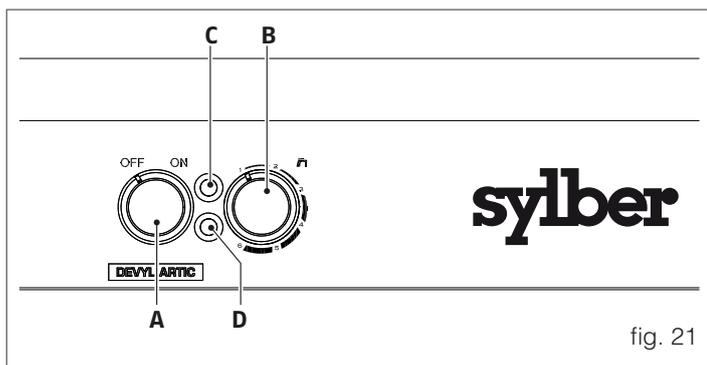

fig. 21
- Quando l'apparecchio è alimentato elettricamente il led verde (fig. 21 - C) lampeggia con frequenza 1 sec. acceso 5 sec. spento, ruotare la manopola (fig. 21 - A) nella posizione "ON": il led verde lampeggia con la medesima frequenza. All'apertura del rubinetto di prelievo dell'acqua calda, la scheda elettronica inizia la sequenza di accensione all'avvenuta rilevazione di fiamma; il led verde (fig. 21 - C) da lampeggiante passa a fisso; al termine della richiesta di prelievo, l'apparecchio si pone in posizione di stand-by il led verde (fig. 21 - C) lampeggia a segnalare che l'apparecchio è disponibile per successivi prelievi.
- In caso di mancata accensione del bruciatore entro un tempo massimo di 10 secondi, il led rosso (fig. 21 - D) si illumina. Per ripristinare il funzionamento dell'apparecchio è necessario intervenire manualmente ruotando la manopola (fig. 21 - A) nella posizione "OFF" e poi in posizione "ON".
⚠ Se entro 10 secondi, l'apparecchio non si rimette in funzione il led rosso (fig. 21 - D) si illumina.
Ruotando la manopola (fig. 21 - B) è possibile selezionare la temperatura dell'acqua calda richiesta.
L'apparecchio è equipaggiato di un dispositivo che controlla la temperatura dell'acqua immediatamente all'uscita dallo scambiatore di calore. Il dispositivo è costituito da un termostato di sicurezza, che interrompe il funzionamento dell'apparecchio, intercettando il flusso del gas al bruciatore principale, quando l'acqua che scorre al suo interno supera un valore di temperatura prefissato. Nell'eventualità dell'intervento del dispositivo, l'apparecchio non funziona, ma la spia luminosa rossa (fig. 21 - D) si accende lampeggiando con frequenza di 0,5 sec.
Per ripristinare il funzionamento dell'apparecchio è necessario intervenire manualmente ruotando la manopola (fig. 21 - A) in "OFF" e poi in posizione "ON".